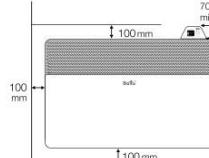

Рис. 7
- При настенной установке конвектора, необходимо вертикально установить держатель Bullet Sensor с помощью самореза и доклеять на стене как указано на рис. 7.
Используя стойки и ролики, предварительно изучив схему крепления (рис. 7), установите прибор на полу.